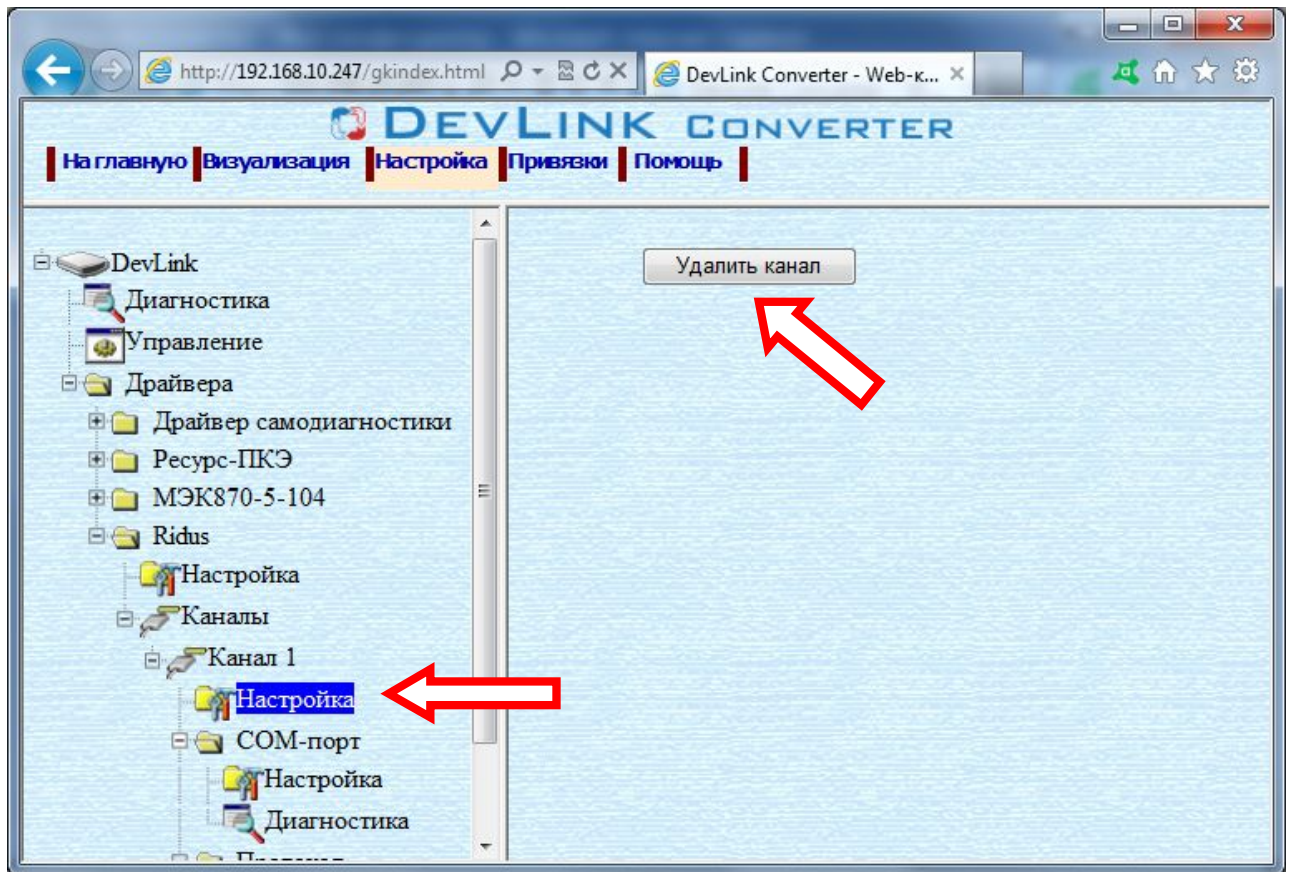

Рисунок 3.4 – Удаление канала
- 2 Выбрать в дереве объектов папку **Настройка** нужного канала драйвера (рисунок 3.4).